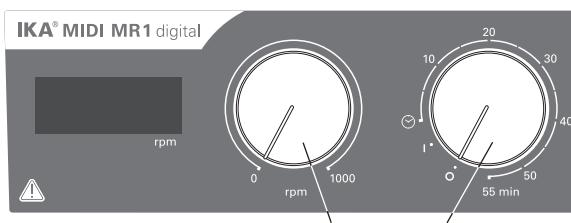

Fig. 3
- ⇒ Lai ieslēgtu ierīci, pagrieziet grozāmo pogu **"Ieslēgt/izslēgt"** un **"Taimeris"** (B, skatiet Fig. 3) pulksteņa rādītāja virzienā pozīcijā "1".
- ⇒ Lai izslēgtu ierīci, pagrieziet grozāmo pogu **"Ieslēgt/izslēgt"** un **"Taimeris"** (B) pozīcijā "0".
- ⇒ Iestatiet motora apgriezienu skaitu, izmantojot regulatora pogu **"Apgriezienu skaits"** (C, skatiet Fig. 3). Ierīcei **MIDI MR 1 digital** motora apgriezienu skaitu var iestatīt no 0 līdz 1000 rpm, savukārt ierīcei **MAXI MR1 digital** — no 0 līdz 600 rpm.